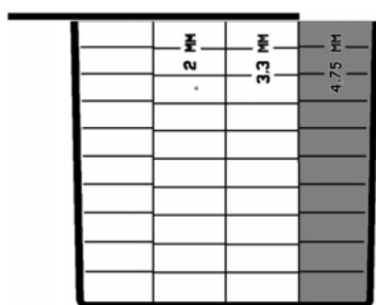

Figure 6.5 - Exemple de remplissage de compteur
- Remplissez le compartiment dont le tamis a les mailles les plus larges et maintenez les autres compartiments fermés à l'aide du couvercle (*figure 6.5*);